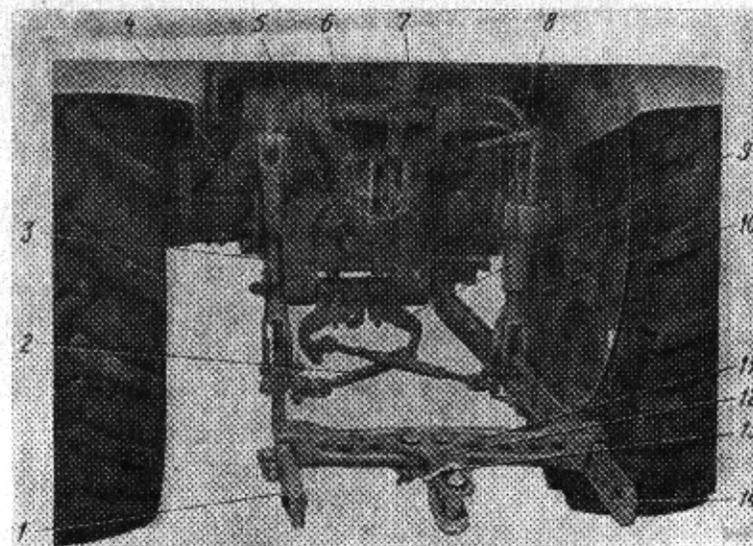

Fig. 15. Mécanisme d'attelage
1. Desserrer un peu les tringles de blocage 2 (fig. 15) et démonter la traverse de remorque 11.
sport. A cet effet on a prévu dans le mécanisme de blocage les boulons d'arrêt 4 (cf. fig. 15).
L'accouplement des outils se fait dans le même ordre que pour le mécanisme d'attelage représenté sur la fig. 15.